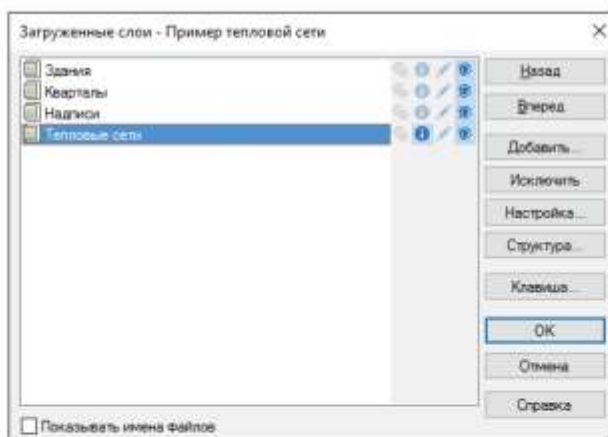

Рисунок 5.1. Выбор слоя для редактирования
2. Если карта содержит только один слой, то этот слой сразу станет редактируемым. Если же в карте несколько слоев, то на экране появится список слоев карты (смотрите Рисунок 5.1. «Выбор слоя для редактирования»), в котором нужно левой кнопкой мыши выбрать слой с тепловой сетью и нажать кнопку ОК.